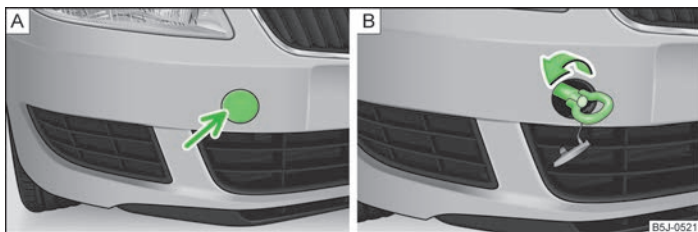

Fig. 137 Bara de protecție față: Capacul / montarea cârligului de tractare
- Apăsați pe partea stângă a capacului, în sensul indicat de săgeată » fig. 137 - **A**.
- Înșurubați cu mâna cârligul de tractare, până la limită » fig. 137 - **B**. Pentru strângere cârligului, vă recomandăm să folosiți de exemplu cheia de roți, cârligul de ancorare al unui alt autovehicul sau un alt obiect asemănător, pe care să îl puteți introduce prin cârlig.